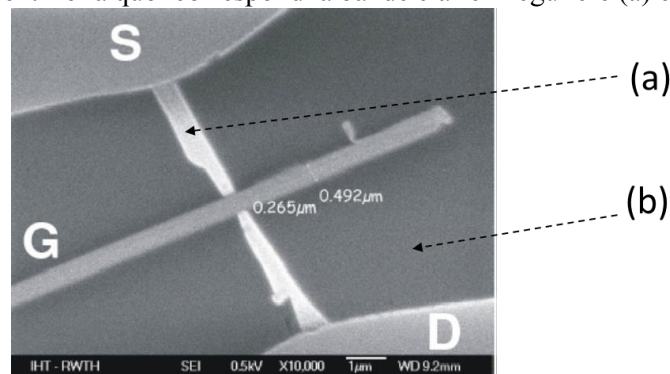

Figure 6. Image par microscopie électronique d'un transistor à effet de champ à base de graphène
- 4) La figure 6 représente les variations de la résistivité  $\rho$  du feuillet de graphène en fonction de  $V_g$ . A l'aide des questions précédentes, expliquer le comportement au voisinage de  $V_g = 0$ .
- 6) Sur la figure 6, identifier à quoi correspond la bande claire irrégulière (a) et le fond sombre (b).